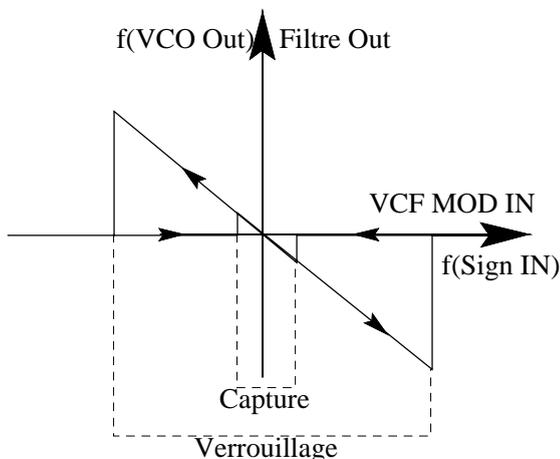

Figure 4 :  $f_s = f(f_e)$
2. Visualisez ensuite cette dernière tension en fonction de la première [Display][Format XY]. La courbe obtenue devrait avoir l'aspect de la figure 4.